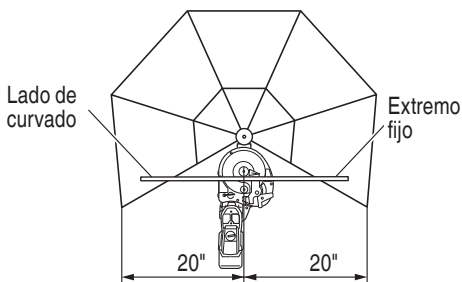

Fig. 50
(1) Asegúrese de instalar el protector de desviación cuando curve una varilla con una longitud de curvado y una longitud de fijación de 20" (diámetro interior del protector de desviación) o menos (Fig. 50)